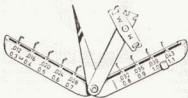

Bild 38
- Der Elektrodenabstand muss dem vorgeschriebenen Mass entsprechen (0,7 bis 0,8 mm). Beim Nachbiegen darf man das Werkzeug auf keinen Fall gegen die Mittelelektrode abstützen, da sonst die Gefahr besteht, dass die Kerze am Isolatorfuss reißt und dadurch unbrauchbar wird. Bei Bosch gibt es unter der Bestellnummer 0681424003 ein Spezialwerkzeug (Bild 38), das gleichzeitig als Einstell-Lehre und Biege-werkzeug gebraucht werden kann.